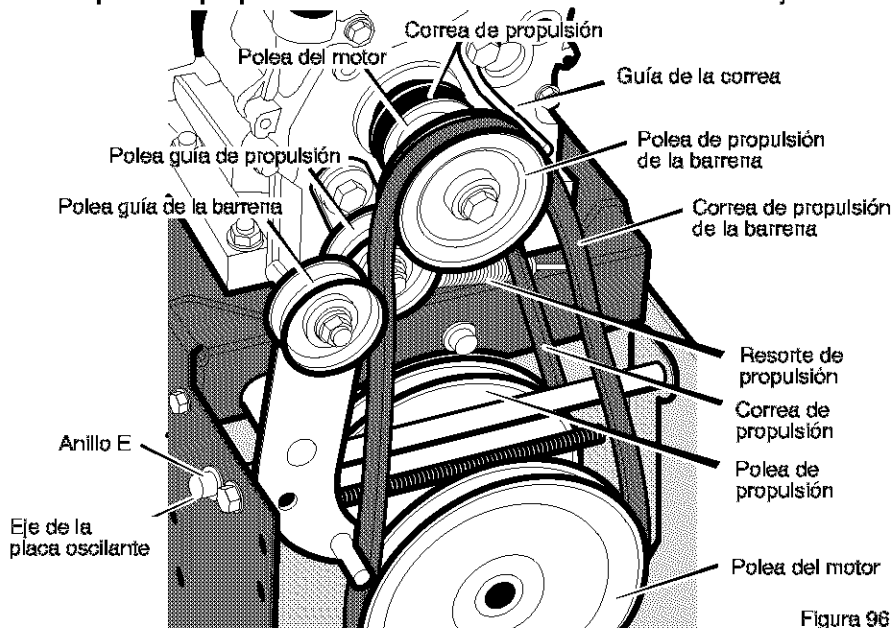

Figura 96
3. Afloje la tuerca de la polea guía de la barrena y mueva esta última hacia la correa un octavo de pulgada aproximadamente (3 mm) (Figura 96).
- Aloje la **guía de la correa**. Separe la **guía de la polea de propulsión de la barrena** (Figura 96).
3. Quite el **anillo E** de uno de los extremos del **eje de la placa oscilante**. Quite este **eje** para que la placa oscilante gire hacia adelante (Figura 96).